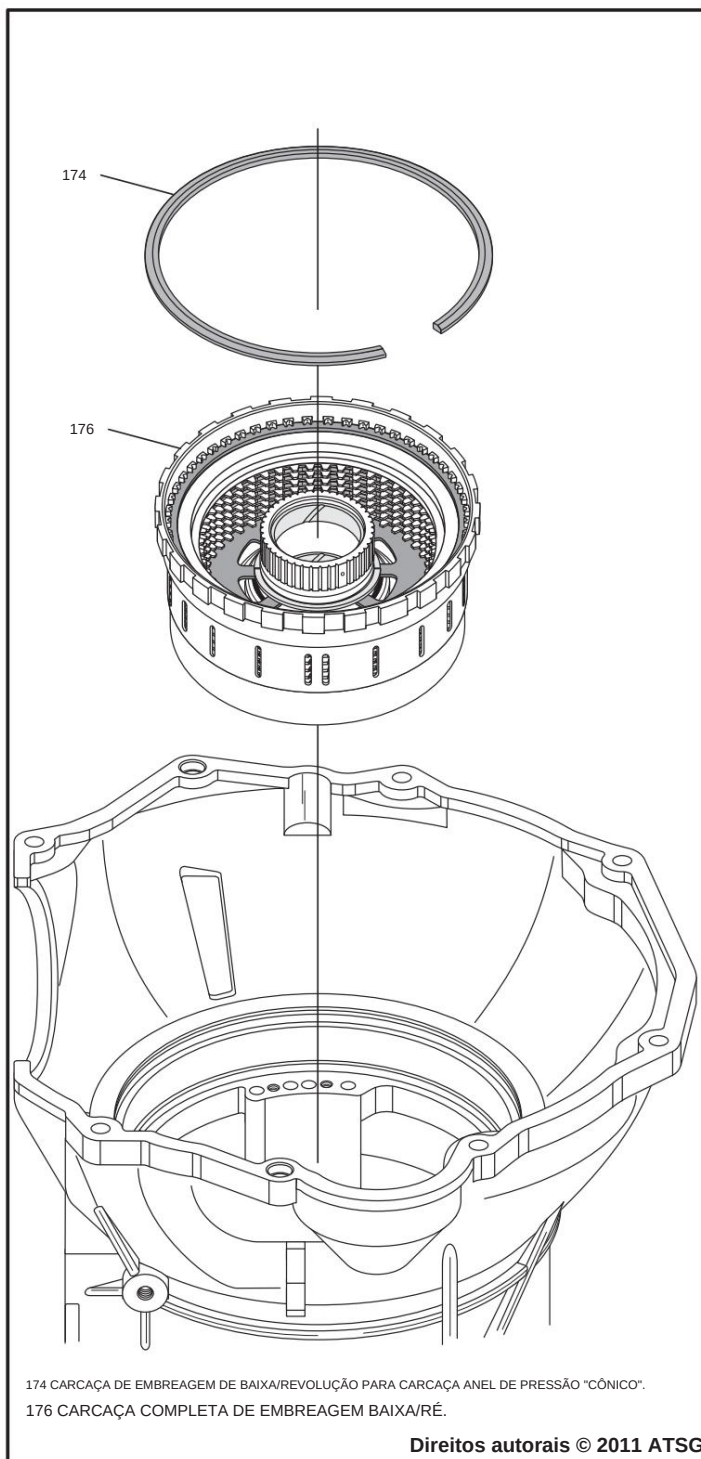

Figura 54
43. Remova o anel elástico "**cônico**" da caixa que retém a carcaça da embreagem baixa/ré na caixa de transmissão, conforme mostrado na Figura 54.
44. Remova o alojamento completo da embreagem baixa/ré da caixa, conforme mostrado na Figura 54, e reserve para a reconstrução do componente.